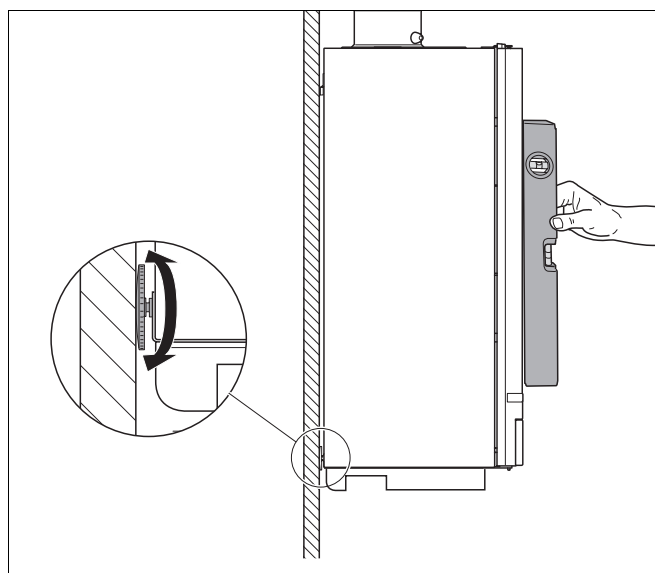

Fig. 9 Justering af kedlen med stilleskrue
- Justér kedlen ved hjælp af stilleskruen og vaterpasset (fig. 9).